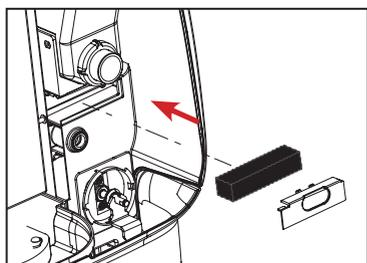

Fig.2
1. Remettez le filtre et son couvercle en place. (Voir Fig.2)